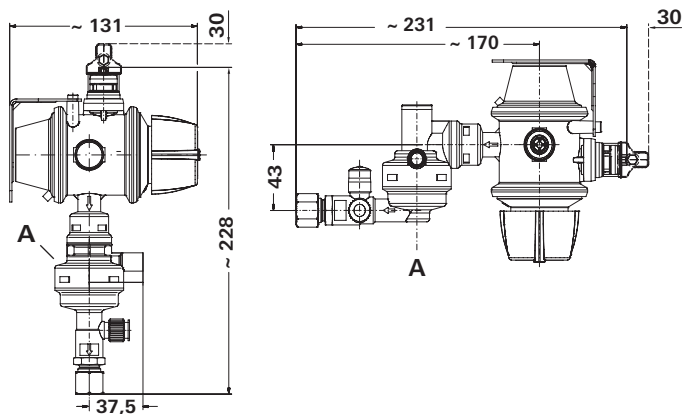

Fig. 3 Mål i mm. Visning ikke målfast.
- DuoControl CS skal, alt efter model, monteres lodret på en stabil væg eller vandret på gasflaskekassens loft. **Udløsningselementet** (fig. 3 – A) skal altid stå i **lodret position**.